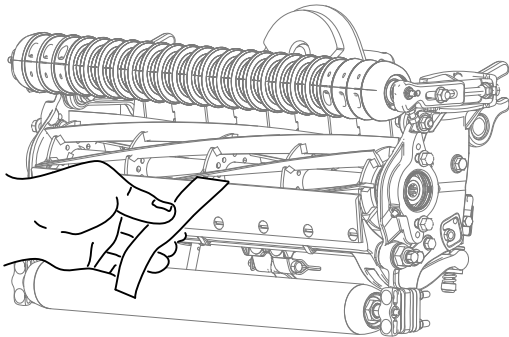

Figura 7
2. Pruebe el rendimiento de corte insertando una tira larga de papel de prueba del rendimiento de corte (Pieza Toro N° 125-5610) entre el molinete y la contracuchilla, perpendicular a la contracuchilla (Figura 7). Gire el molinete lentamente hacia adelante; debe cortar el papel.